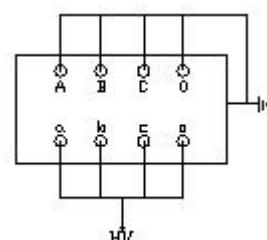

图 6-12 变压器反接法
(3) : 反接法、电压为 10KV、二次绕组对一次绕组及地、接线见图 6-12